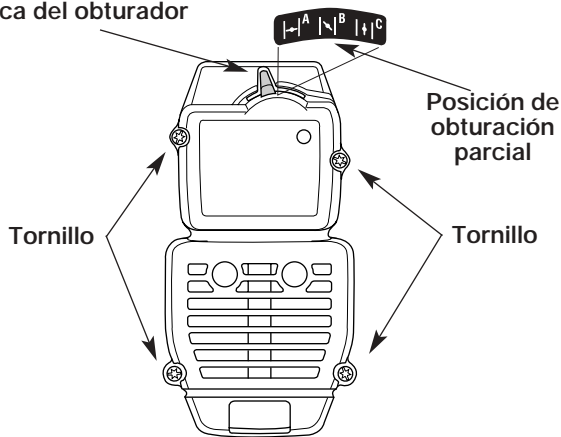

Fig. 20
1. Coloque la palanca del obturador en posición de obturación **PARCIAL (B)**.
NOTA: La palanca del obturador debe estar en posición de obturación **PARCIAL (B)** (Fig. 20) para sacar la cubierta del silenciador / filtro de aire.
2. Saque los cuatro (4) tornillos que sostienen la cubierta del silenciador / filtro de aire (Fig. 20). Use un destornillador de vástago plano o de broca Torx N° T20.
NOTA: La palanca del obturador debe estar en posición de obturación **PARCIAL (B)** (Fig. 20) para instalar la cubierta del silenciador / filtro de aire.
2. Inserte los cuatro (4) tornillos en los orificios de la cubierta del silenciador / filtro de aire y ajústelos. **No los ajuste demasiado.**